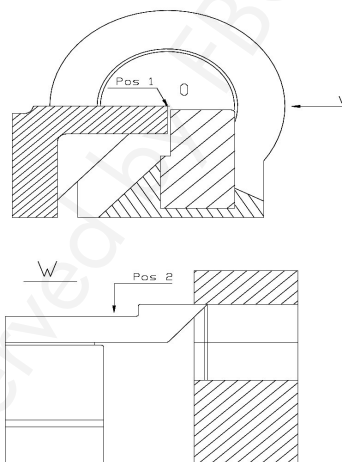

Fig. 19 : Centre de rotation de la barre inférieure
5. Placez l'outil (figure 19, pos. 2) sur la barre inférieure de manière à ce que le bord de l'outil se trouve dans l'alésage du palier de pliage. Si le bord de l'outil est aligné avec le bord de l'alésage du palier de pliage, le réglage est correct.